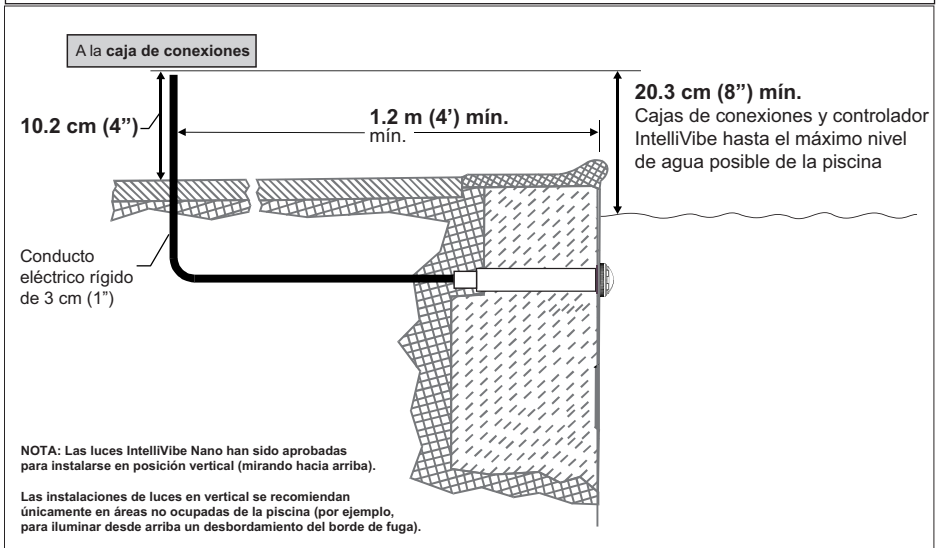

Figura 1
ANTES DE COMENZAR: La siguiente información describe las tareas que debe realizar el electricista *antes* de instalar el aplique de luz. Consulte la figura 1.
- La caja de conexiones, el PS300 y el controlador IntelliVibe están ubicados al menos a 10.2 cm (4 pulgadas) sobre el nivel del suelo o 20.3 cm (8 pulgadas) sobre el nivel máximo del agua, lo que sea más alto. La caja de conexiones, el PS300 y el controlador IntelliVibe deben estar al menos a 1.2 m (4 pies) del borde de la piscina. Consulte la figura 1.
Consulte la *Figura 1* en la página 2 para la instalación de cajas de conexiones en EE. UU.